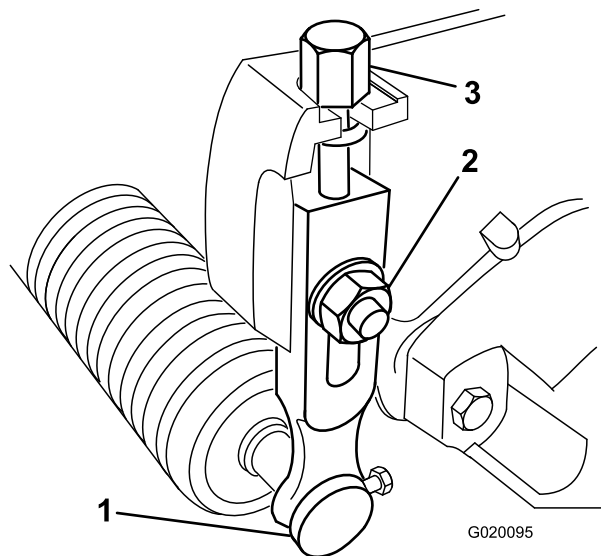

图8
重要事项： 当必须翻转滚刀组露出底刀/滚刀时，应支撑住滚刀组的后部，确保底刀架调节螺丝后端的螺母不会接触工作表面（图8）。
1. 松开将剪草高度臂固定到滚刀组侧板上的锁紧螺母（图8）。